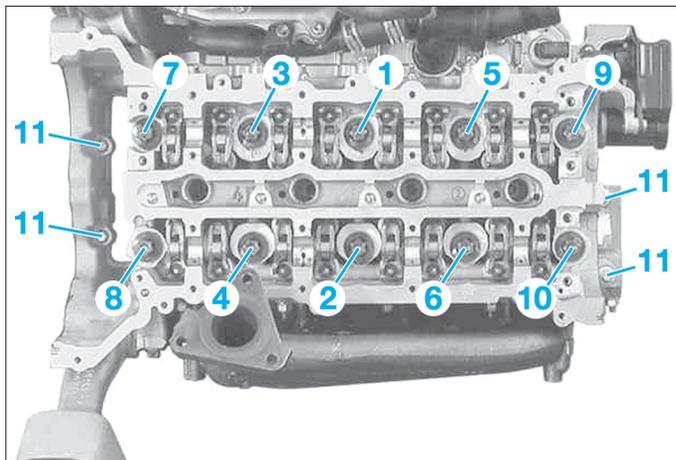

FIG. 69
- Desserrer uniformément les vis de culasse, en plusieurs passes et dans l'ordre inverse de la figure (Fig.69).